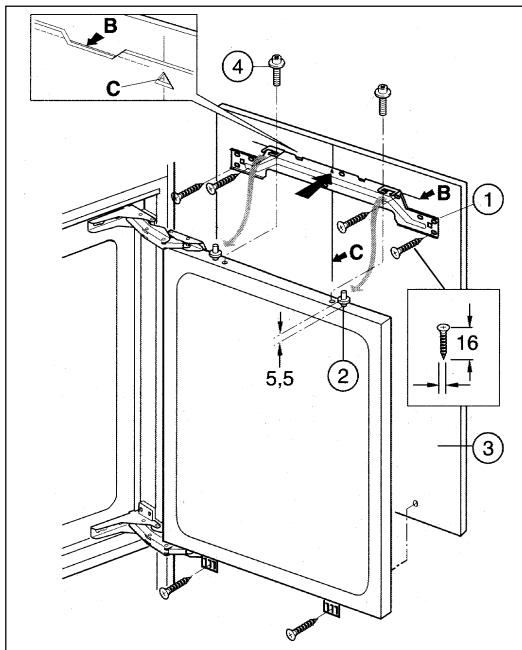

Рис. 6
- ❑ Совместите юстировочную планку (**рис. 6/1**) с карандашными метками (**рис. 6/B и 6/C**) на передней панели и привинтите ее (если поверхность твердая, просверлите отверстия для крепления глубиной 12 мм сверлом диаметром 2 мм).
- ❑ Отверните регулировочные винты (**рис. 6/2**) примерно на 5,5 мм.
- ❑ Навесьте переднюю панель (**рис. 6/3**) с привинченной юстировочной планкой на дверь прибора. Приверните винты (**рис. 6/4**) вручную.